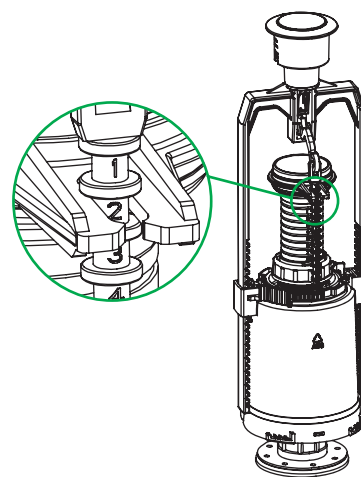

Рис. 7 / 7-сур.
6. Зафиксируйте стержень (тягу) коромысла на трубке перелива (рис. 7).